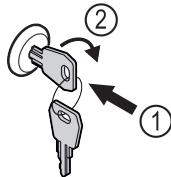

Fig. 131
- Пъхнете ключа Fig. 131 (1).
- Завъртете го на 90° по посока на часовниковата стрелка Fig. 131 (2).